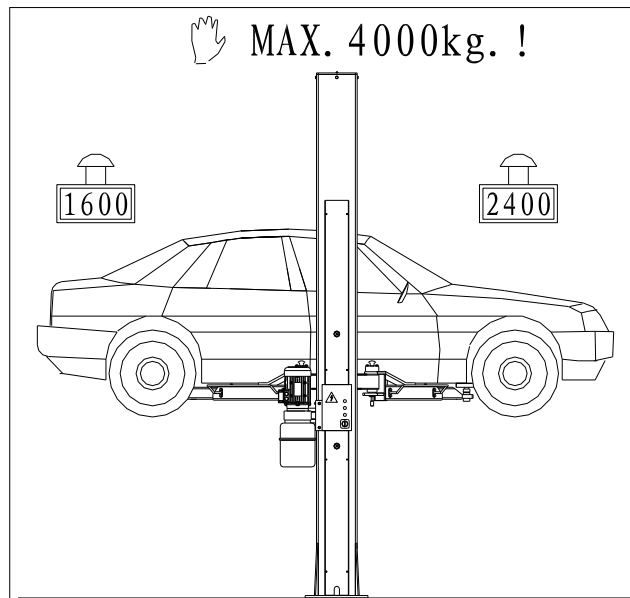
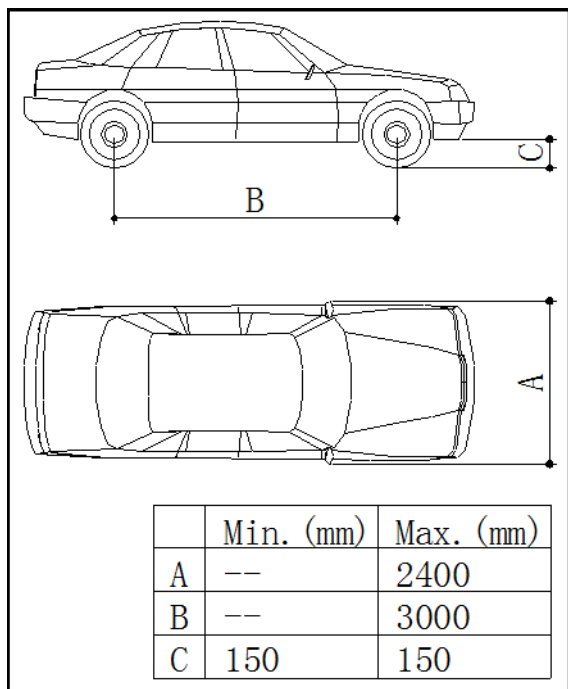

Abb. 7 Gewichtsverteilung
Abb. 6
- ◆ Nur autorisiertes Fahrzeug (Abb. 6 & Abb. 7) angehoben werden, ohne die Fördermenge und die Gesamtabmessungen zu überschreiten.